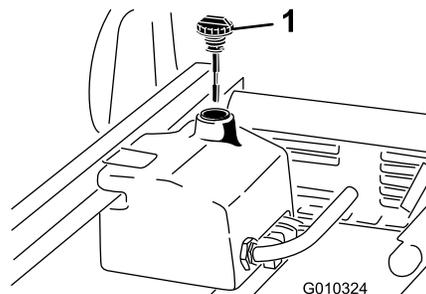

図 20
1. 油圧オイルタンクの注油口周辺をきれいに拭き、キャップを外す 図 20。
3. 補給口の首からディップスティック 図 20 を抜き、ウェスできれいに拭く。